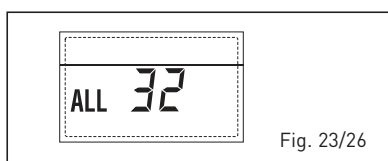

Fig. 23/26
- **ANOMALIA COMUNICAZIONE SCHEDINO RS-485 IN MODALITA' MODBUS "ALL 33" (fig. 23/27)**